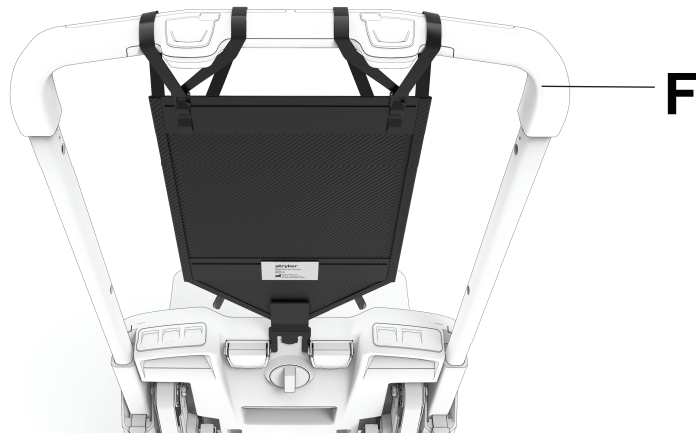

Abbildung 33 – Optionale Kopfstütze nach der Installation
- Die Höhe des Haltebügels (F) so einstellen, dass der Kopf des Patienten an der Kopfstütze anliegen kann (Abbildung 33).